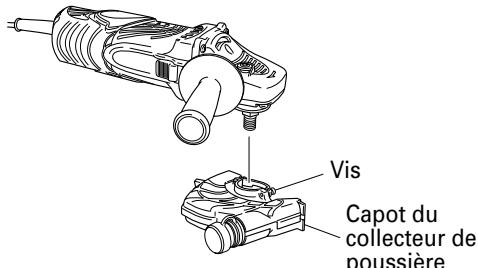

Fig. 2
6. Fixation et réglage du capot du collecteur de poussière. (Fig. 2)